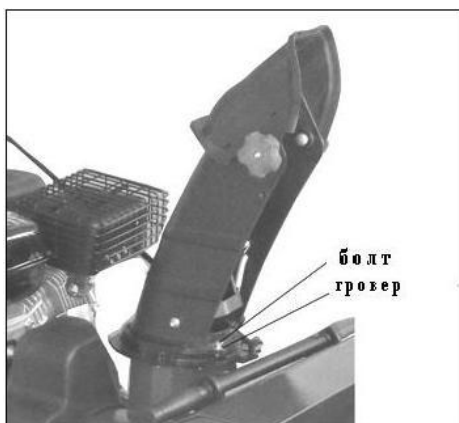

Рисунок 7. Болт крепления желоба выброса.
3. Закрепите желоб болтами. Смотрите рисунок 7.